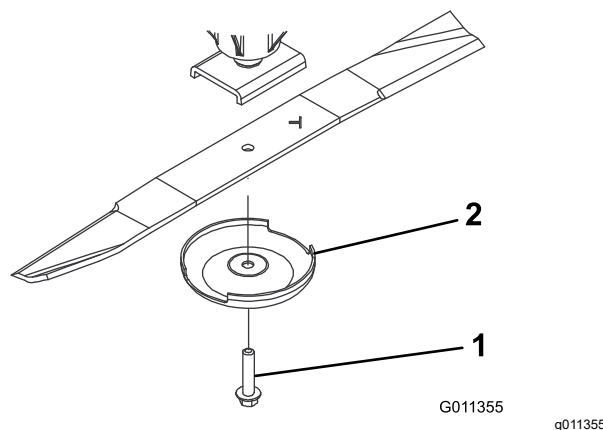

Figura 72
3. Afferrate l'estremità della lama utilizzando un panno o un guanto imbottito e rimuovete il bullone della lama, la coppa antistrappo e la lama dall'asse del fusello (Figura 72).
4. Montate la lama con la costa rivolta verso il piatto di taglio, servendovi della coppa antistrappo e del bullone della lama (Figura 72).